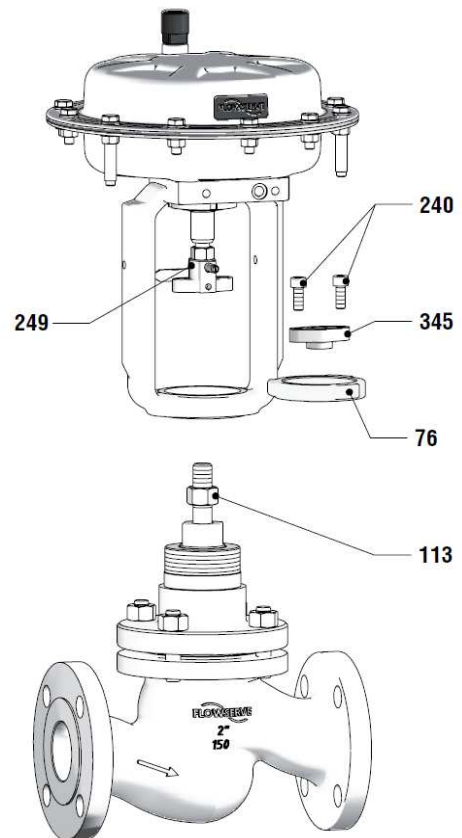

Рис. 9: Демонтаж привода
1. Отверните крепежные гайки (114) крышки против часовой стрелки. (См. рис. 9: Разборка клапана с крышкой с сальфонным уплотнением)
2. Отверните крышку сальник (80) против часовой стрелки.
3. Снимите тарельчатые пружины (109)
4. Снимите верхнюю направляющую (87) штока.
5. Установите ключ для круглых гаек (См. Раздел 16: Специальные инструменты) на шток (50) и медленно поворачивайте его.